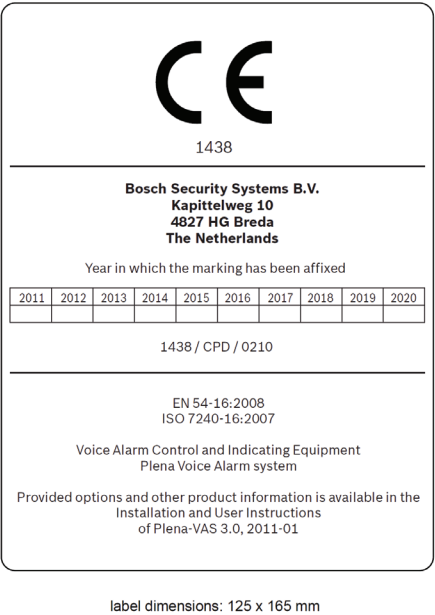

Figura 1.1 Etiqueta da norma EN 54-16
- Para além disso, é necessário preencher a etiqueta da norma EN 54-16 (data de afixação) e fixá-la ao bastidor num local visível. A norma EN 54-16 está disponível como documento separado na pasta do manual no CD do Alarme por Voz Plena. A etiqueta autocolante é fornecida com o Controlador de Alarme por Voz e tem o aspecto ilustrado na *Figura 1.1*.